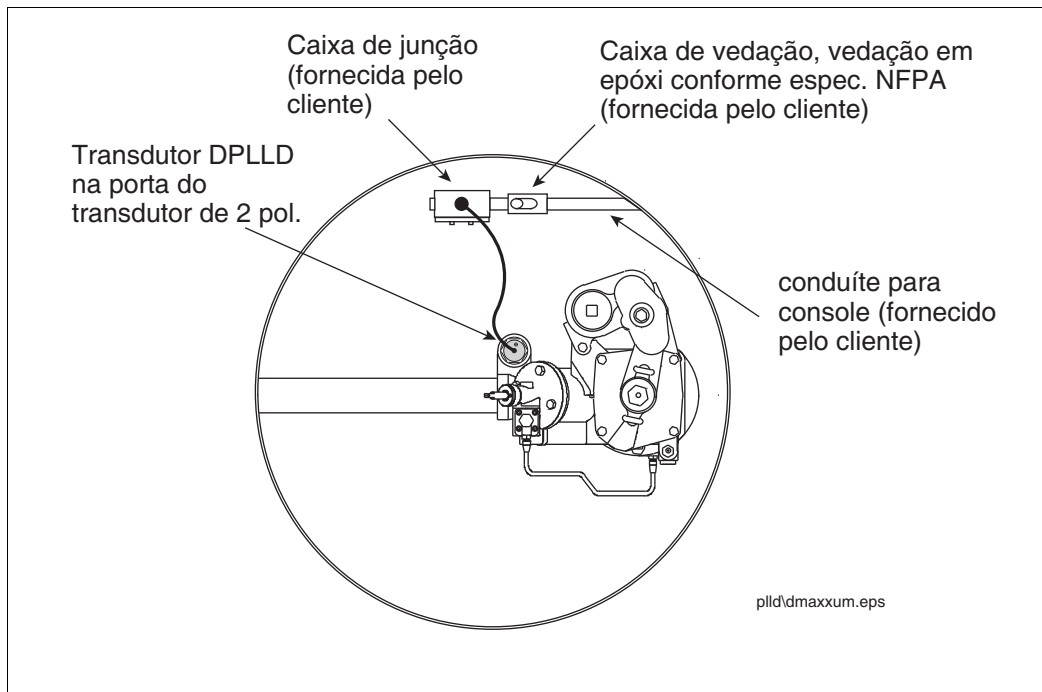

Figura 10. Exemplo de instalação do DPLLD em uma Maxxum Big-Flo da Red Jacket
3. Retire a tampa da porta de 2" do transdutor localizada perto da porta de 3" de descarga. Rosqueie o transdutor DPLLD na porta do transdutor (ver Figura 10).